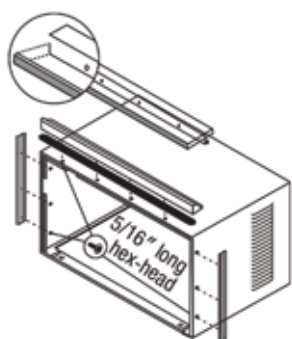

FIG. 8
2. Installez l'angle supérieur et les fixations latérales sur le caisson comme illustré à la Fig. 8. (10 vis)